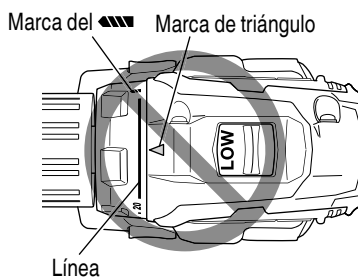

Fig. 12
- Evite usar la unidad con el número del dial del embrague entre "20" y la línea provista en el medio de la marca del taladro "▲". Si lo hiciese, se podrían producir daños (Consulte la Fig. 12).